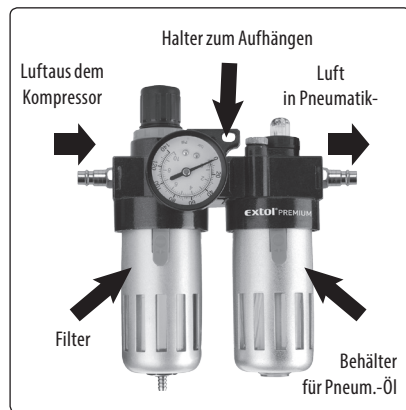

Abb. 9, Beschreibung der Aufbereitungsanlage Extol® 8865105
2. Schließen Sie an den Eingang der Aufbereitungsanlage über einen Schlauch die Luft aus dem Kompressor an. Schließen Sie an den Ausgang der Aufbereitungsanlage einen Luftschlauch an und diesen an den Lufteingang der Schleifmaschine, siehe Abb. 9.